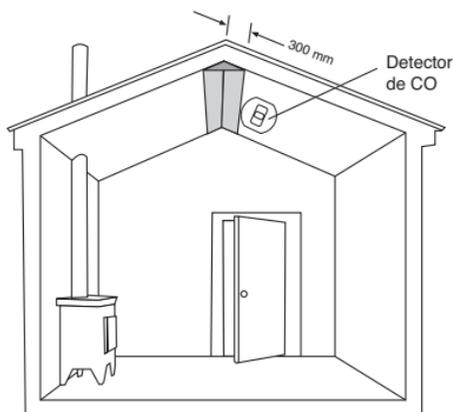

Figura 2
- En habitaciones con techos inclinados, el detector de CO deberá estar ubicado en la parte alta de la habitación (consulte la Figura 2).